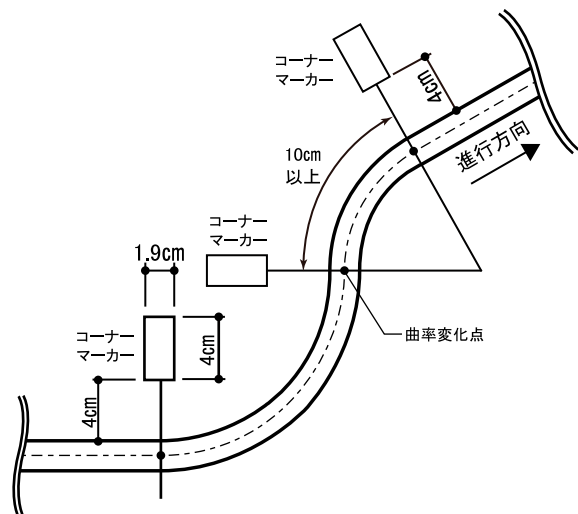

図4 曲率半径の変化する点とコーナーマーカー
- 2-8** ラインの曲率が変化する地点には、進行方向左側の定められた位置にコーナーマーカーが貼付される。(図 4 参照)
- コースは、曲率の変化する円弧が連続する場合もある(図 4 参照)。